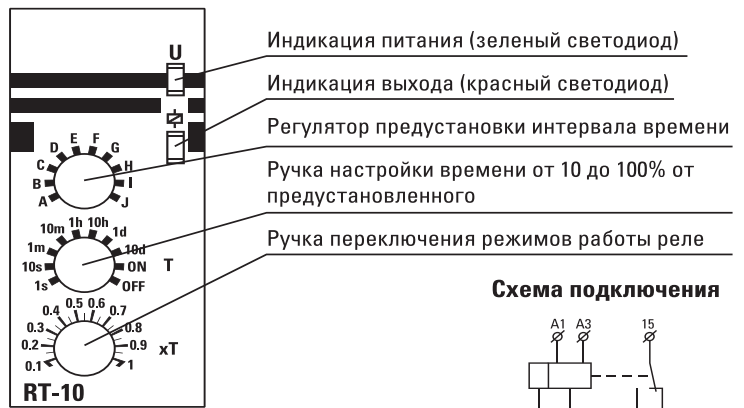

Рис.7 Панель управления реле
6.5.3.2. Установите необходимый режим работы реле (Рис.7). Необходимый режим работы реле задержки отключения циркуляционного насоса представлен в таблице 4.
6.7. При замене блок ТЭН присоединение фазных проводов к выводам блок ТЭН производить согласно Рис.7. Сечение кабеля указано в табл.1.